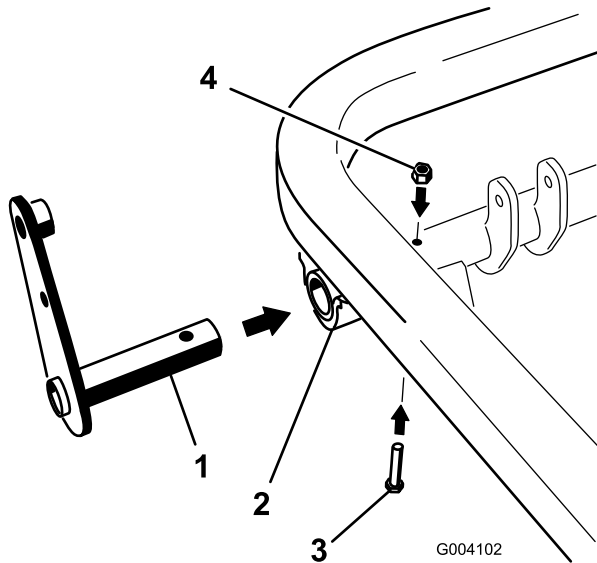

Figura 12
1. Deslice la clavija del conjunto de la palanca en el extremo izquierdo del tubo de giro y sujete el conjunto al tubo de giro con un perno (5/16 x 2 pulgadas) y una contratuerca (5/16 pulgada) (Figura 12).